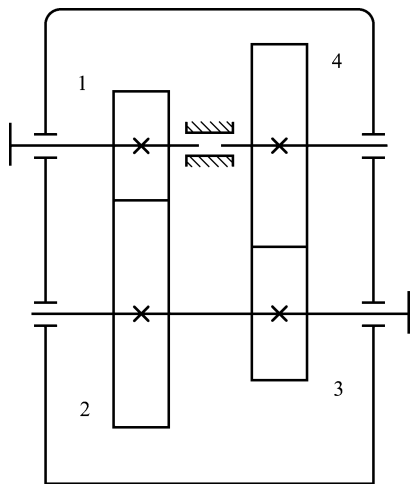

图 29
16. 如图 29 所示为一减速机简图, 输入转速 $n_1 = 1440\text{r/min}$, 输出转速 $n_4 = 160\text{r/min}$, 轮 1 与轮 4 同轴, 低速级齿轮 $m = 5\text{mm}$ 、 $z_3 = 20$ 、 $z_4 = 60$, 高速级齿轮 $z_1 = 25$, 试求高速级另一齿轮的齿数及模数。